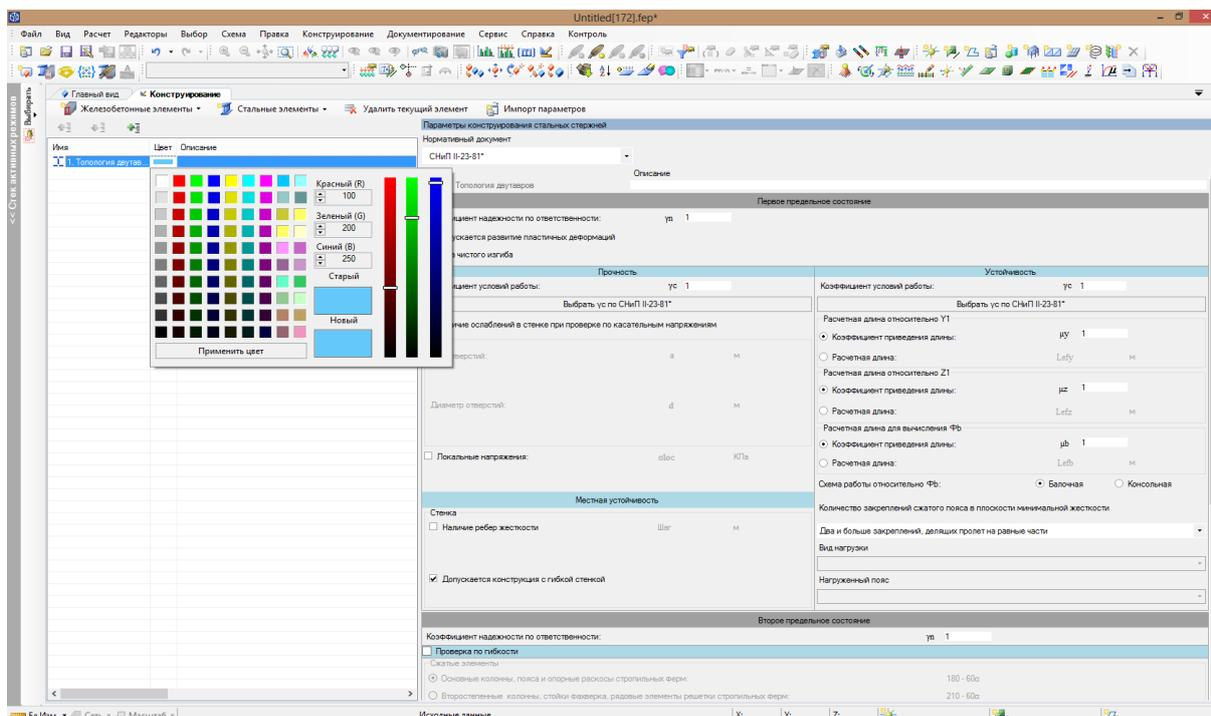

Рисунок 2.319 Таблица с перечнем параметров конструирующего расчета
2. **Цвет** – выбирается щелчком мыши в поле ввода **Цвет** (рисунок 2.319);